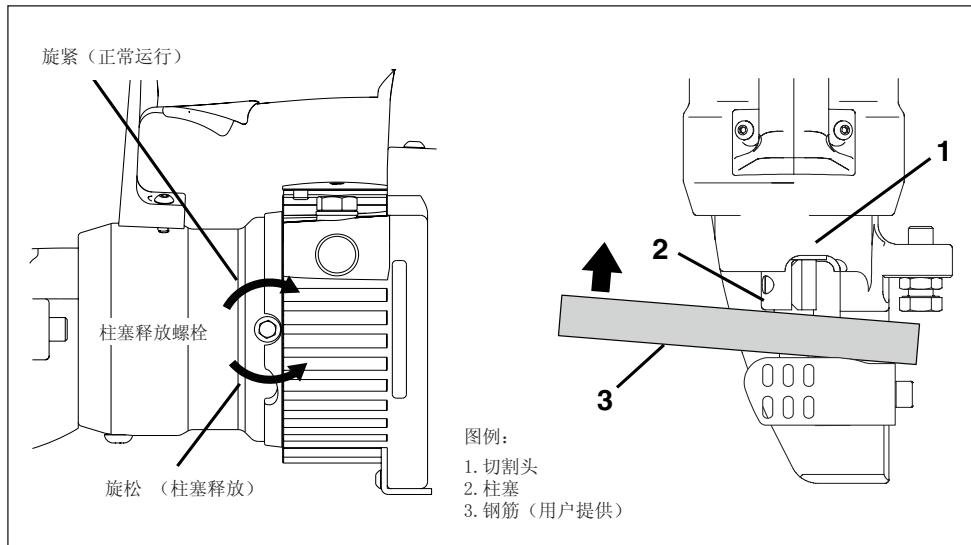

图 11, 柱塞手动缩回程序
参见以下步骤。参见图 11。
4. 使用坚硬的钢筋，手动将切断机的柱塞推回，直至其缩回原位。请参见图 11，第 3 项。这一操作将会清理掉正常运行过程中阻碍柱塞缩回原位的污垢或其它杂物。
8. 清洁柱塞的外露部分。清除该部分上的所有碎片、碎屑和污垢。请参见图 11，第 1 项。